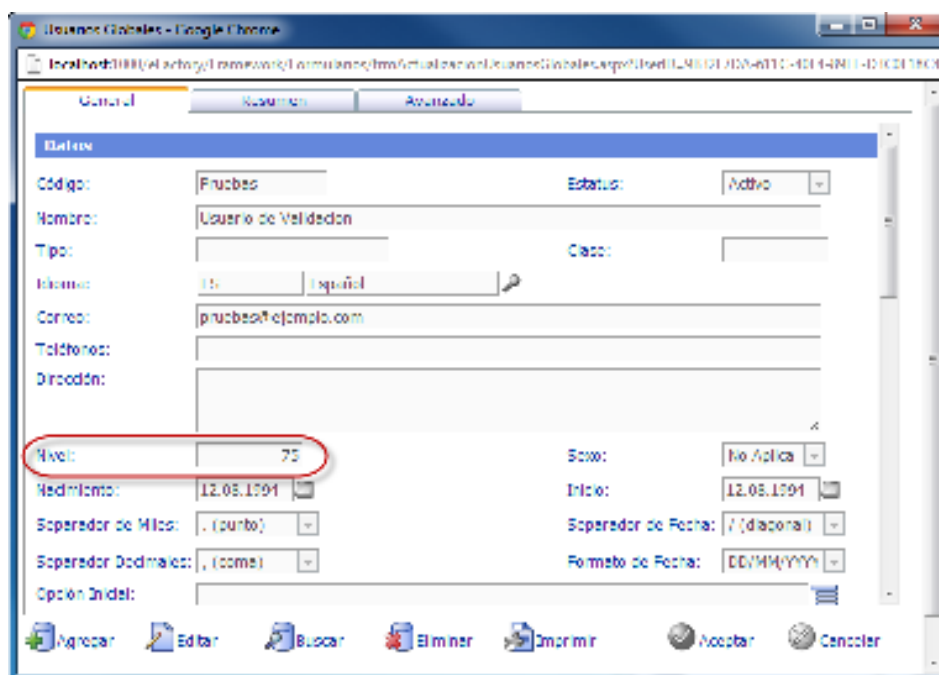

Imagen 17: Nivel del Usuario Global
- En Ejecutar Cuando usaremos la siguiente expresión LIF para indicar que el evento solo se ejecutará si el nivel del usuario actual (el que esté guardando la factura de ventas) es menor a 100 (el nivel se especifica en el formulario de Usuarios Globales, en el módulo de sistemas, Imagen 17):